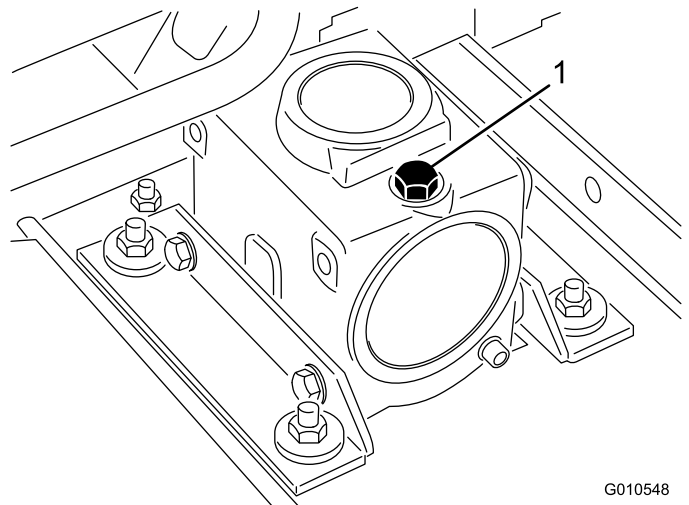

図 19
2. マシンとカッティングユニットを平らな場所に駐車させ、カッティングユニットを降下させる。ギア・ボックスの上部についているディップスティック兼給油プラグ (図 19) を取り、オイルの量が、ディップスティックについている2本のマークの間にあることを確認する。油量が少なければ、SAE 80-90